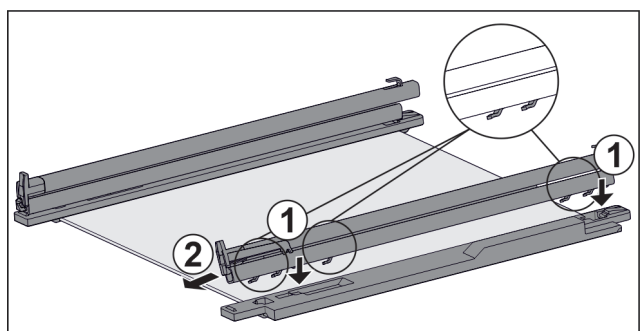

Fig. 59 Скляна пластина з рейками та деталями для підтримки
- ▶ Одягти гаки рейки на отвори **лівої** деталі для підтримки. Fig. 59 (1)
- ▶ Потягніть рейку вперед. Fig. 59 (2)
- ▶ Одягти гаки рейки на отвори **правої** деталі для підтримки. Fig. 59 (1)